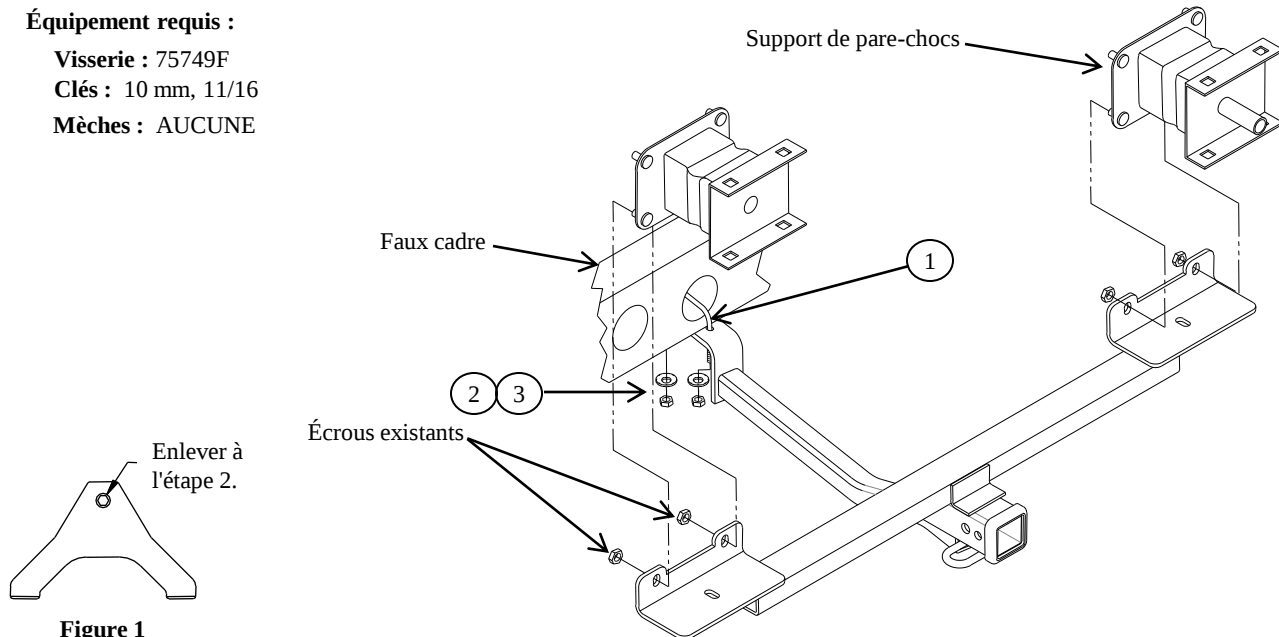

Figure 1
①	Qty. (1)	3/8-16 U-Bolt	④	Qty. (5)	Zip Ties
②	Qty. (2)	3/8-16 Hex Nut
③	Qty. (2)	3/8 Conical Washer
- Remove the plastic fascia brackets (return to owner) shown in Figure 1. and the exhaust heat shield cover hardware, so shield can move freely above the exhaust.
①	Qté (1)	Boulon en U 3/8-16	④	Qté (5)	Attaches mono-usage
②	Qté (2)	Écrou hexagonal 3/8-16
③	Qté (2)	Rondelle conique 3/8
2. Enlever les supports de carénage en plastique (remettre au propriétaire) illustrés à la Figure 1, ainsi que la visserie du couvercle de l'écran thermique de l'échappement, de façon à ce que l'écran puisse bouger librement au-dessus de l'échappement.